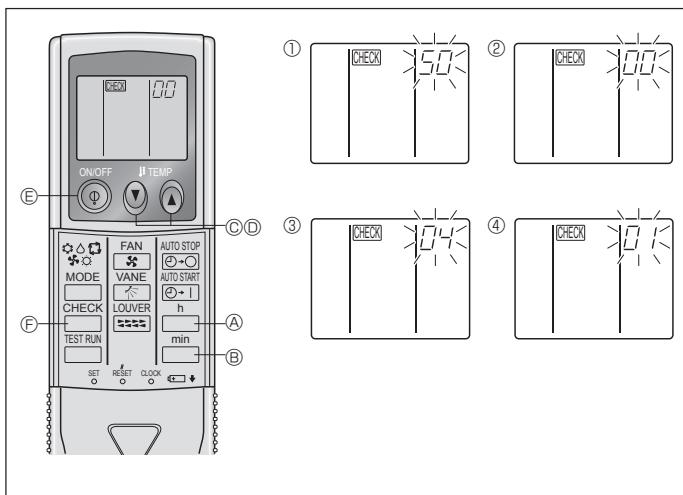

Fig. 6-10
2) Trådløs fjernstyring (Fig. 6-10)